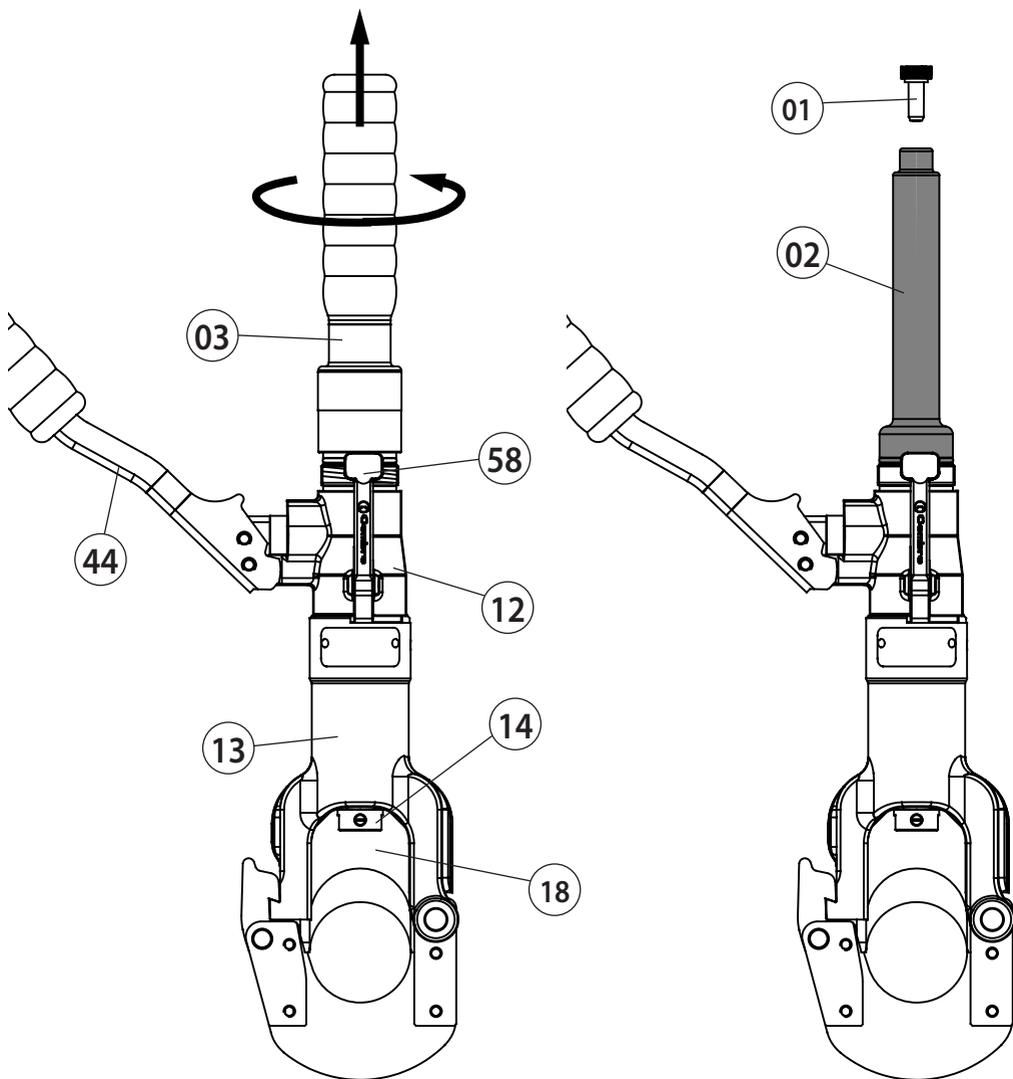

FIG. 2 TOOL POSITION FOR MAINTENANCE OPERATIONS
## 4. MANUTENZIONE (Rif. a Fig. 2)
- a – Capovolgere l'utensile, bloccarlo in una morsa in posizione verticale (fig. 2) con il manico mobile (44) divaricato.
- b – Svitare dal corpo (12) il manico fisso (03) e sfilarlo completamente mettendo in vista il serbatoio di gomma (02) dell'olio.
- c – Estrarre il tappo (01) dal serbatoio dell'olio.
- d – Azionare tre o quattro volte il manico mobile, facendo avanzare il pistone (14).
- e – Rilasciare la pressione dell'olio tramite la leva di sblocco pressione (58) fino a che il pistone (14) non sia arretrato completamente ed in modo che l'olio sia ritornato tutto nel serbatoio.